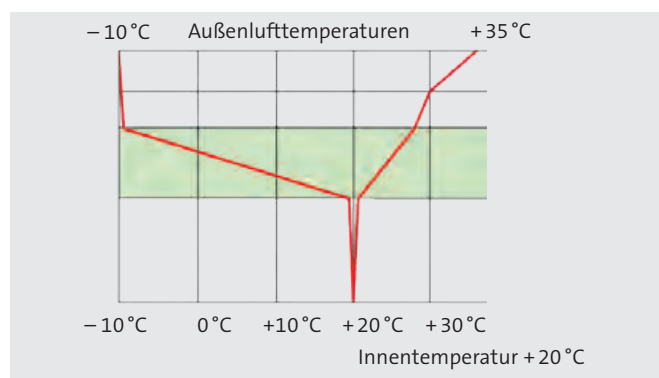

Abb. 50: Temperaturverlauf in einem UK-Gründachaufbau.
- Die Wärmedämmung schützt die durchwurzelungsfeste Abdichtung vor thermischen Beanspruchungen (Abb. 50).